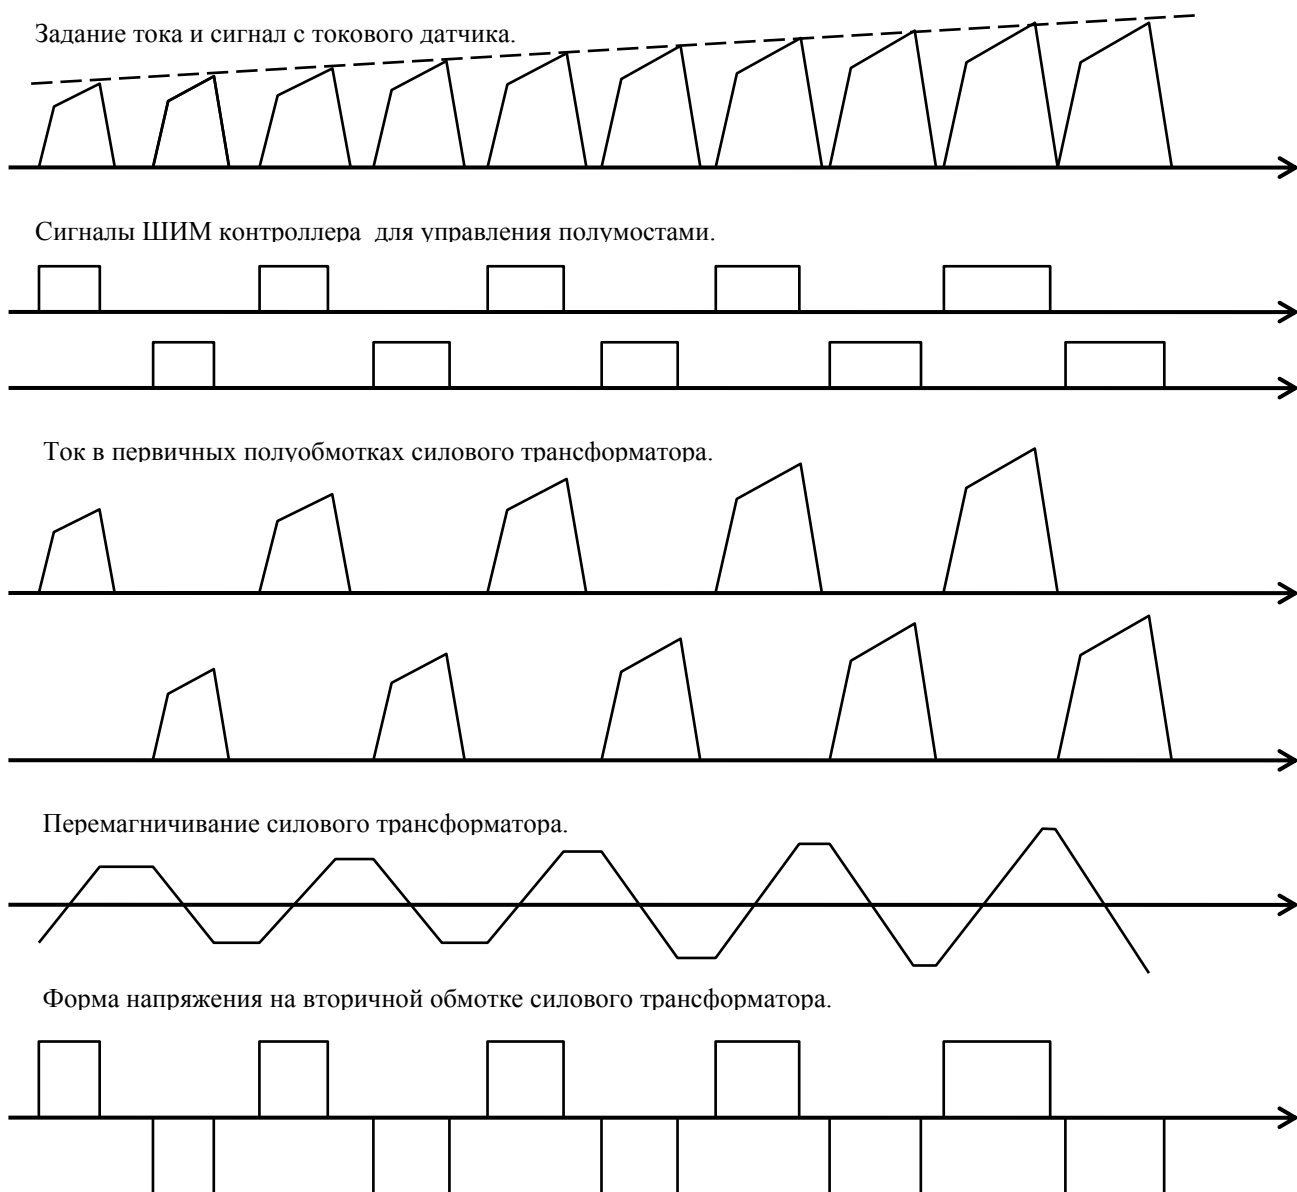

Рис. 7 Временные диаграммы работы силового трансформатора.
2.5.17. Временем включенного состояния полумоста (шириной импульса) управляет ШИМ контроллер системы управления. Чем больше ширина импульса, тем больше энергии передается. Ширина импульса формируется ШИМ контроллером исходя из задания, полученного от центрального контроллера по интерфейсу SPI и сигнала от датчика тока **T2**. Он поддерживает требуемую амплитуду тока в каждой из первичных обмоток силового трансформатора и обеспечивает его симметричную работу. Работу ШИМ контроллера и силового трансформатора поясняет Рис. 7. Частота работы ШИМ контроллера – 25 КГц.